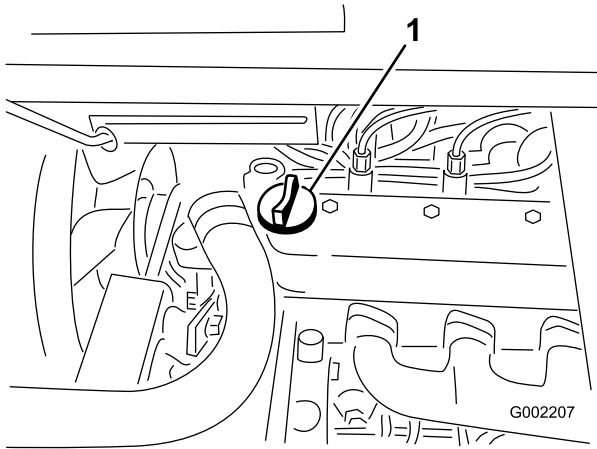

Bild 16
3. Wenn der Ölstand niedrig ist, nehmen Sie den Deckel des Einfüllstutzens von der Ventilabdeckung ab (Bild 16) und füllen Sie Öl auf, bis der Ölstand die Vollmarke am Peilstab erreicht. Angaben zur richtigen Ölsorte und zur Viskosität finden Sie unter Warten des Motoröls im Abschnitt Wartung. Gießen Sie Öl langsam ein und prüfen Sie den Ölstand häufig während des Füllens. Nicht überfüllen.